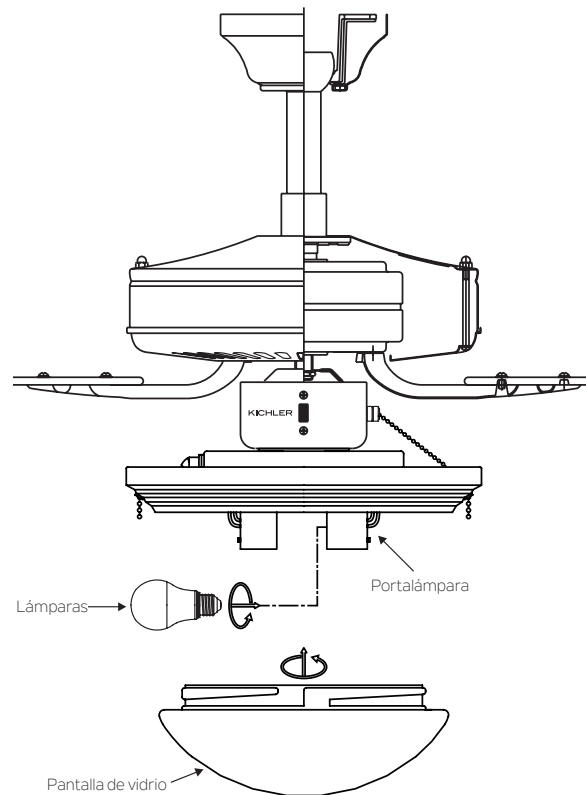

Fig. 3
1. Instale las dos lámparas LED E26 de 9 vatios (incluidas), una en cada toma de luz. (Fig. 3)
2. Fije la pantalla de vidrio a la lámpara girando la pantalla de vidrio en el sentido de las agujas del reloj. **NO APRIETE DEMASIADO.** (Fig. 3)